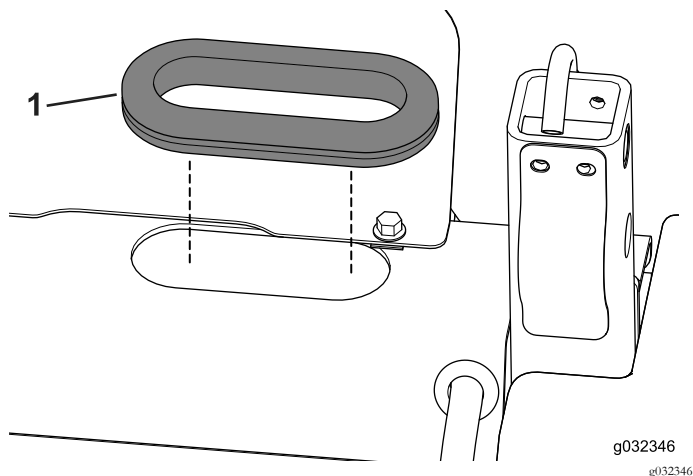

Figura 24
3. Instale o olhal na abertura (Figura 24).